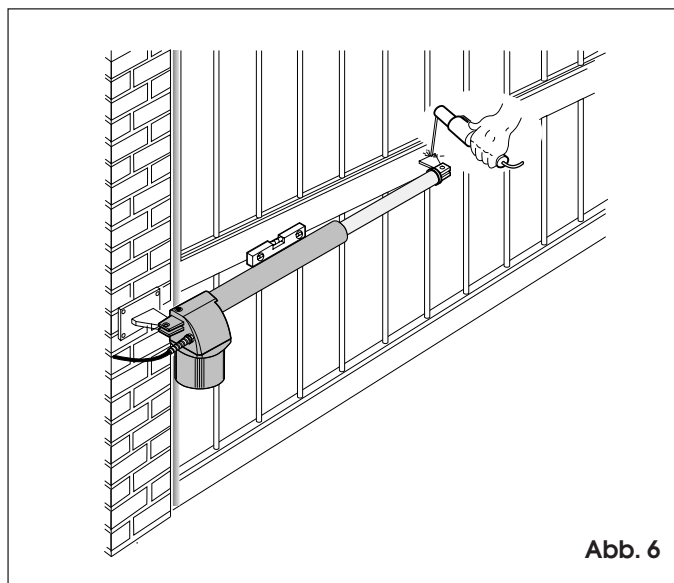

Abb. 6
- 8) Den Torflügel schließen und bei waagrechttem Antrieb die vordere Anschlußposition am Tor ermitteln (Abb. 6).